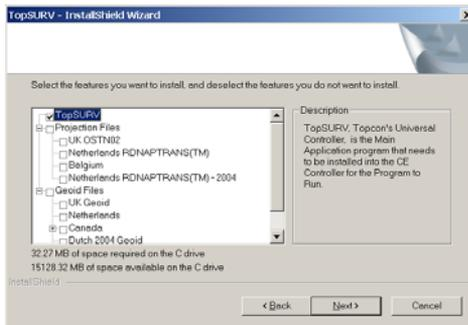

Abbildung 1-4. Auswählen der zu installierenden Programmteile
3. Wählen Sie die zu installierenden Programmbestandteile (Abbildung 1-4), und klicken Sie auf **Weiter**.